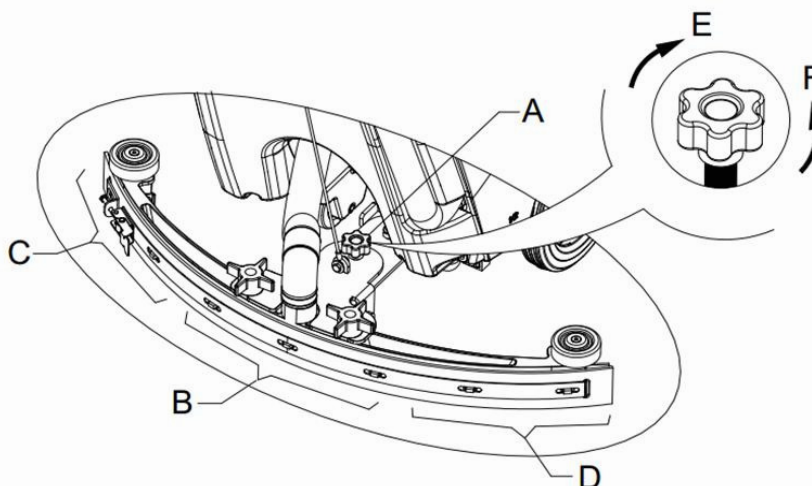

Figura 9
10. Ajustați mopul cu ajutorul mânerului de ajustare (A) (vedeți Figura 9).